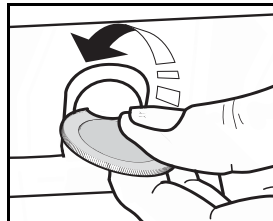

Fig. 4
1. Fjern skruene og skivene på høyre og venstre side ved hjelp av en mynt eller et kjøkkenredskap (Fig. 4).
2. Fjern ristene ved å løfte dem opp (1) og dreie på dem (2) som vist på.